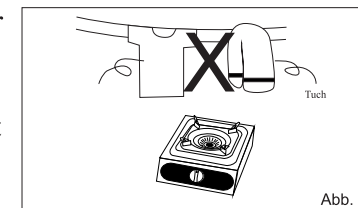

Abb. 2
• Benutzen Sie das Gerät nur für Kochen. Das Gerät ist nicht für Trocknen von Tücher, Kleider usw. geeignet. (Abb.2)